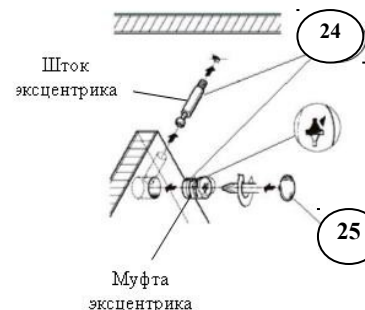

Рис.5 Установка эксцентрик стержня
1. Установить муфты эксцентриков (24) и шканты (33) в подходящие отверстия на боковинах ящиков (17,18). Вкрутить шток эксцентрика (24) в фасады ящиков (16) (рисунок 5,6).